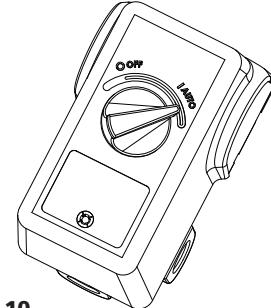

Figura 10
- Mueva la palanca o perilla del presostato a la posición OFF y enchufe el cordón de alimentación. Coloque la palanca del presostato en AUTO para encender la unidad (Vea la Figura 10).